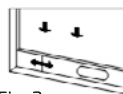

Fig. 2
- Öffnen Sie das Fenster und installieren Sie den Verbindungsstück des Abluftschlauches (wie auf Abb. 2 und 3 zu sehen sind). Es kann obwohl horizontal als auch vertikal gestellt werden